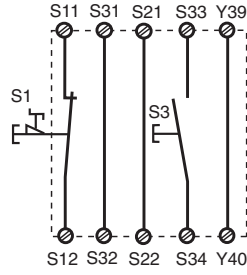

Fig. 3: Eingangskreis einkanalig, überwachter Start/Single-channel input circuit, monitored reset/Commande par 1 canal, surveillance du poussoir de validation
- Fig. 3, 4, 5, 6, 9:
- Fig 3, 4, 5, 6, 9: S13-S14 **not** connected